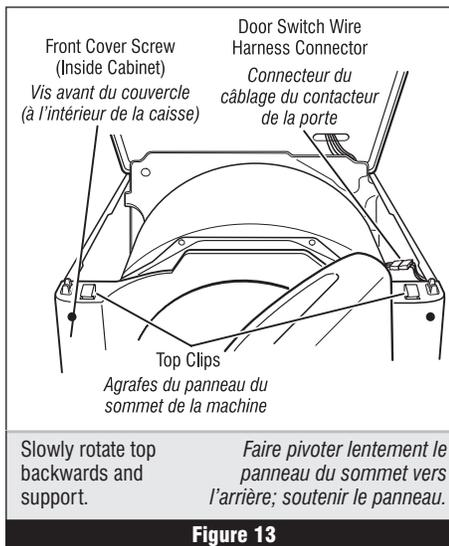

Figure 13
3. Push on the retaining clips located under top of dryer on the right and left side using a flat object such as a putty knife. See figure 13.
5. Disconnect the door switch wire harness located on the right side. See figure 13.
3. Appuyer sur les agrafes de retenue situées sous le panneau du sommet de la sècheuse (à droite et à gauche); utiliser un objet plat, comme la lame d'un couteau à mastic. Voir figure 13.
5. Débrancher le connecteur du câblage du contacteur de la porte (sur le côté droit). Voir figure 13.